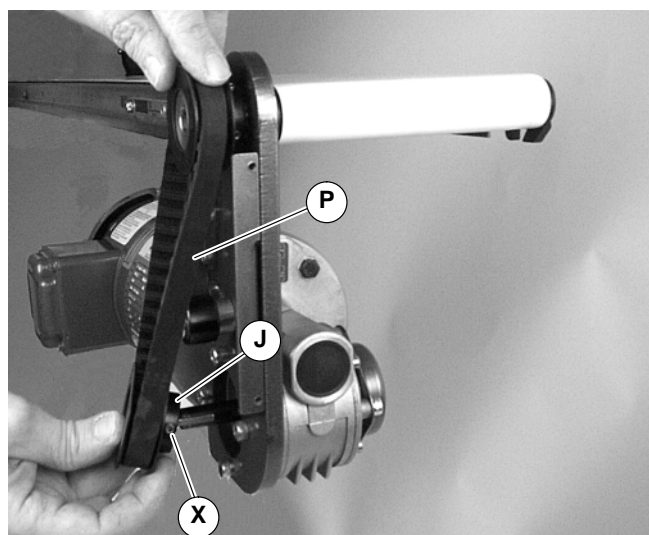

Abbildung 14
**HINWEIS:** Falls Antriebszahnscheibe (J auf Abbildung 14) ersetzt wird, Zahnriemen um Antriebszahnscheibe legen und Schritt 3 ausführen.
3. Die Madenschrauben der Antriebszahnscheibe (X siehe Abbildung 14) lösen. Antriebszahnscheibe (J) und Zahnriemen (P) abnehmen.
**HINWEIS:** Die Antriebszahnscheibe (J siehe Abbildung 14) ist abgenommen. Zahnriemen um Antriebszahnscheibe legen und Schritt 13 ausführen.